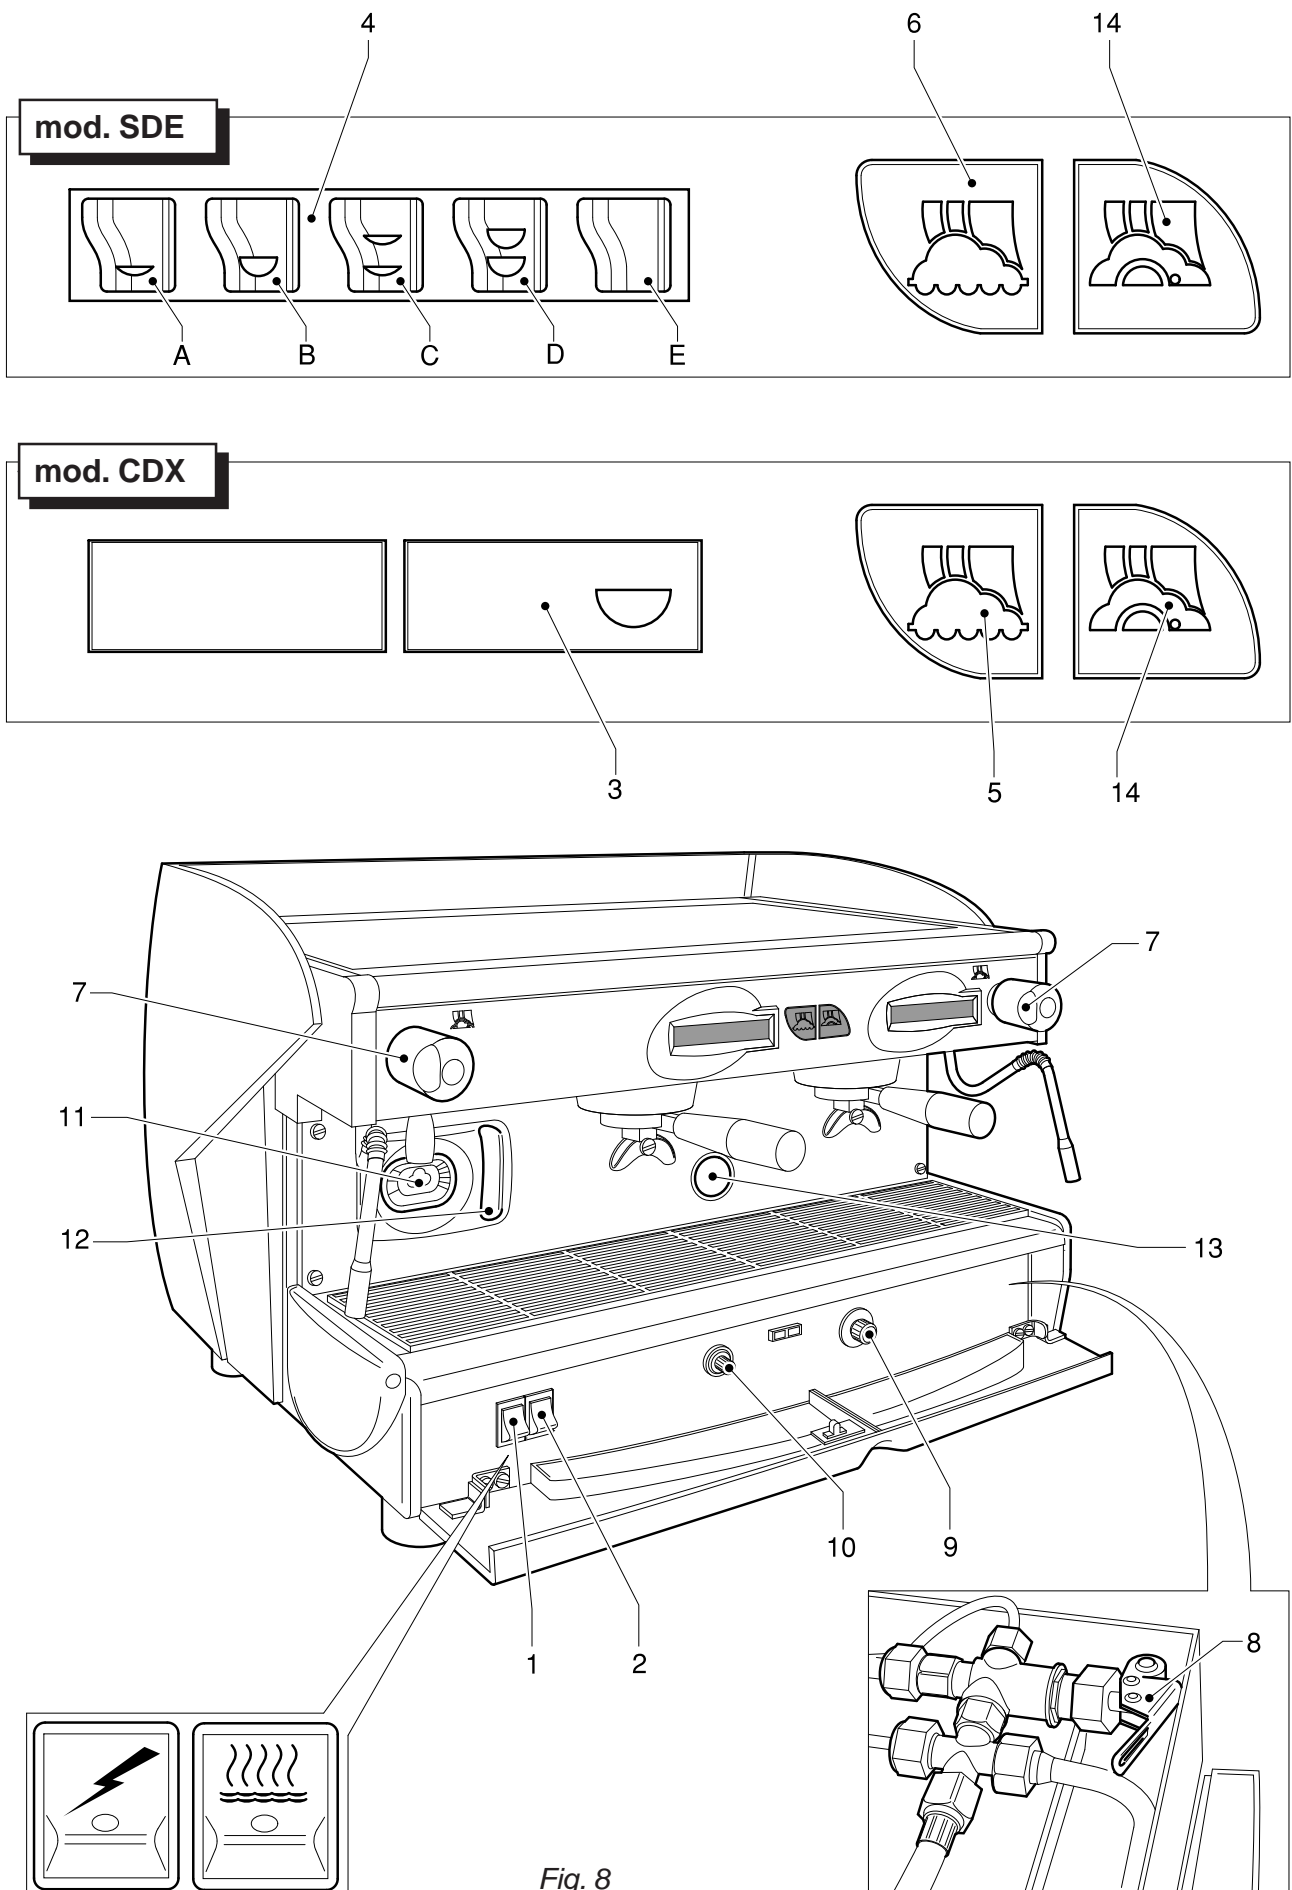

Fig. 8
### 7.1. Mandos Fig.8
## 7.2. Instrumentos de control (Fig.8)
### Modelo con gas (Fig.8)
- Colocar las tazas debajo de los picos suministradores, activar la preparación con el mando 3 o el teclado 4 según los modelos, Fig.8.
- Abrir gradualmente el grifo del vapor 7 (Fig.8); el vapor borbojeando en el líquido le cede calor hasta llevarlo a la temperatura deseada.
- Colocar el recipiente debajo de la lanza de suministro de agua caliente, luego activar el mando de suministro según los modelos (Fig.8).
- Mantener apretado el mando de suministro 4-E (Fig.8), durante por lo menos cuatro segundos, luego soltar el pulsante; la máquina suministra agua de continuo.